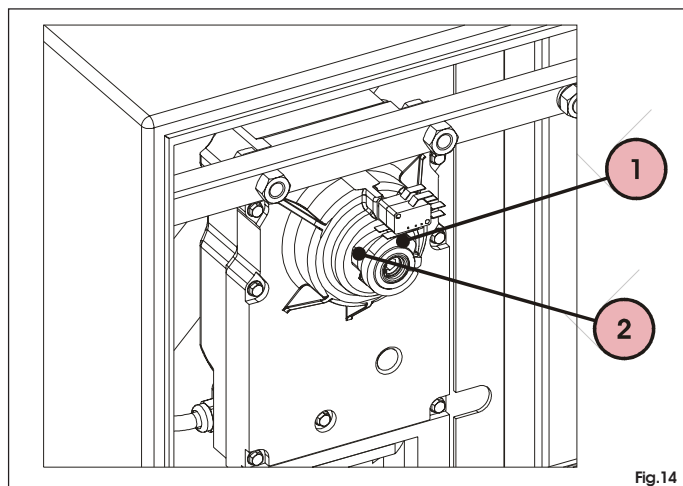

Fig.14
- regolare le camme di azionamento, fig.14 rif.1 e 2, dei microinterruttori di finecorsa in modo che vengano azionati con asta in posizione di apertura o chiusura un attimo prima del rispettivo arresto meccanico.